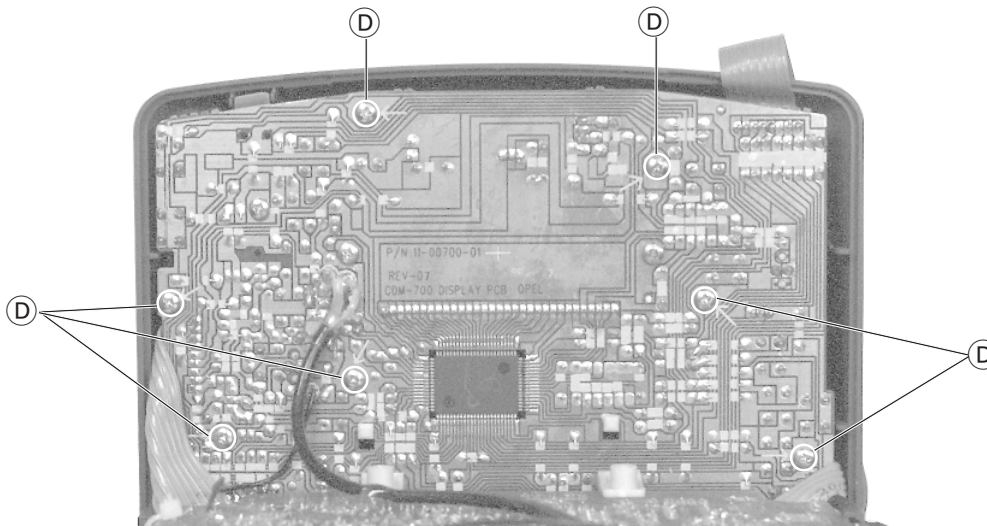

Fig. 2
- 7 Schrauben **D** (Fig. 2) herausdrehen. Die Schrauben sind auf der Leiterplatte mit Pfeilen markiert.
- Undo 7 screws **D** (Fig. 2). The screws are marked by arrows on the circuit board.